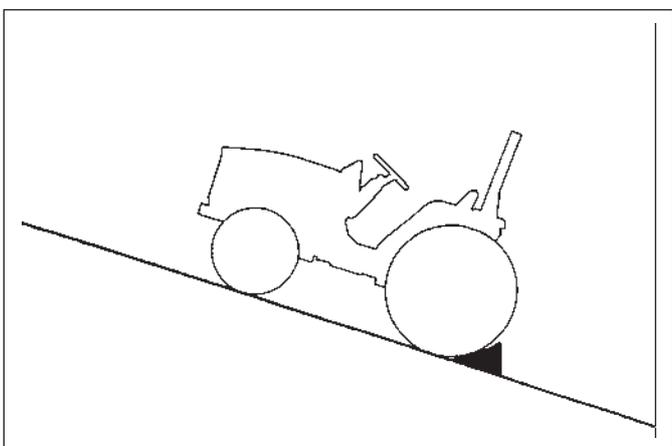

FIG. 5-8
**FIG. 5-8:** Garez toujours le tracteur sur un sol plat quand c'est possible. Si vous devez vous garer en côte, calez convenablement les roues arrière comme illustré.